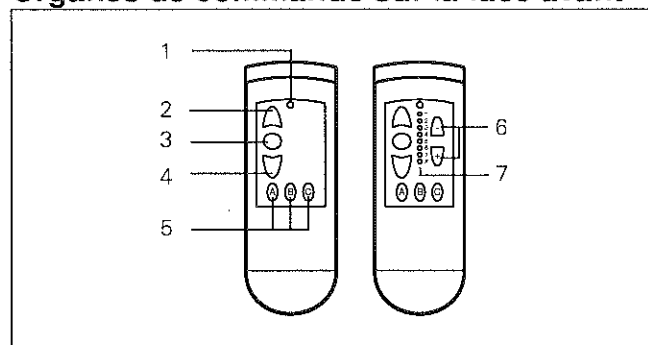

Fig. 3 Champ de commande de la télécommande monocanal (à gauche), champ de commande de la télécommande 8 canaux (à droite)
- Pour échanger les piles (type AAA, CEI LR03), ouvrir le compartiment des piles (fig. 3), insérer de nouvelles piles. Veiller, ce faisant, à respecter la polarité : Les pôles plus (+) et moins (-) des piles doivent concorder avec les inscriptions dans le compartiment des piles.